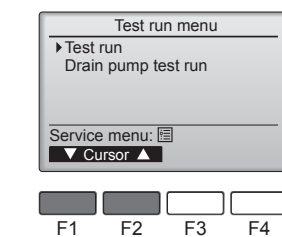

Fig. 6-4
④ Velg "Testkjøring" med [F1] eller [F2]-knappen, og trykk på ✓-knappen. (Fig. 6-4)